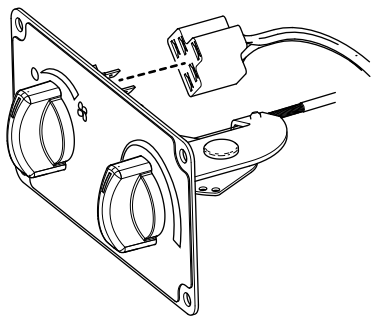

Figura 9
10. Inserite il connettore a 5 terminali presente sul cablaggio del kit nella parte posteriore dell'interruttore del flusso d'aria (Figura 9).